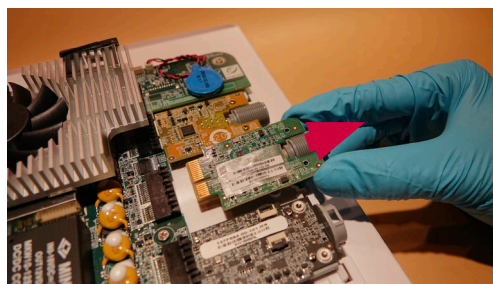

Abbildung 22 Entfernen der VDI-Karte
- b) **Ziehen Sie die VDI-Karte aus dem Hauptkartenanschluss heraus (Abbildung 22)**